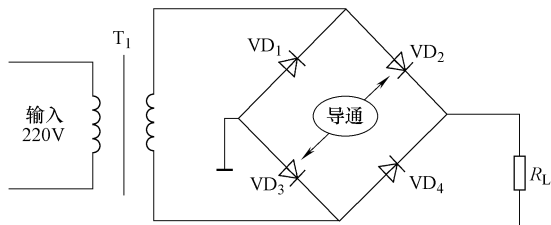

图 10-46 正半周期期间整流二极管导通示意图
偏置电压而使之截止，给  $VD_2$  加正向偏置电压而使之导通。与此同时， $T_1$  二次绕组下端的负半周电压“①”同时加到  $VD_3$  的负极和  $VD_4$  正极，这一电压对  $VD_4$  是反向偏置电压而使之截止，对  $VD_3$  是正向偏置电压而使之导通。如图 10-46 所示是正半周期期间整流二极管导通示意图。